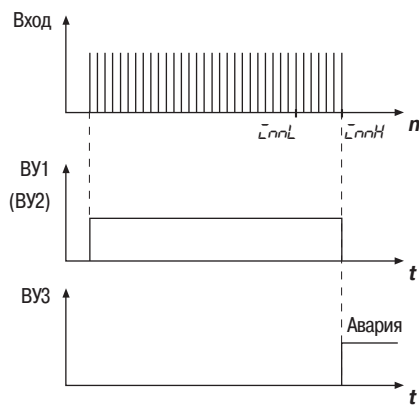

Рис. 11
– значение счетчика превысило заданное значение параметра \bar{L}_{nHL} , а сигнал о превышении периода следования импульсов не поступил (рис.11); это возможно только тогда, когда определение конечного положения происходит по превышении периода следования импульсов, заданного в параметре \bar{L}_{nPR} , в интервале значений счетчика от \bar{L}_{nHL} до \bar{L}_{nH} ; в остальных случаях при достижении значения \bar{L}_{nHL} всегда происходит отключение управления приводом.